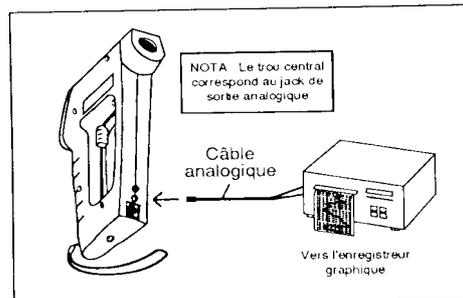

Figure 2-7. Raccordement de l'enregistreur
4. Pour enregistrer le profil de température d'un bout à l'autre de la surface, relier le thermomètre infrarouge à un enregistreur graphique . Se reporter à la Figure 2-7 pour plus de détails. Le thermomètre IR fournit une sortie analogique de 1 mV/deg.
4. Pour enregistrer le profil de températures de la surface mobile, relier le thermomètre infrarouge à un enregistreur graphique. Se reporter à la figure 2-7 pour plus de détails.
2. Relier la sortie analogique du thermomètre à un enregistreur graphique comme le montre la figure 2-7.